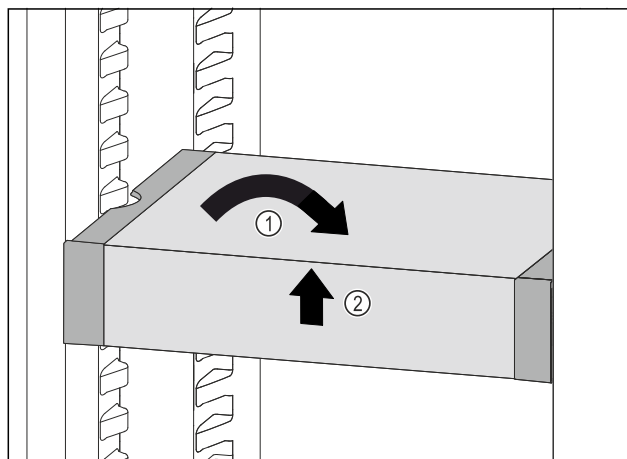

Fig. 80
- ▶ Placer VarioSafe lige, Fig. 80 (1)
- ▶ Løft VarioSafe op foran, Fig. 80 (2)